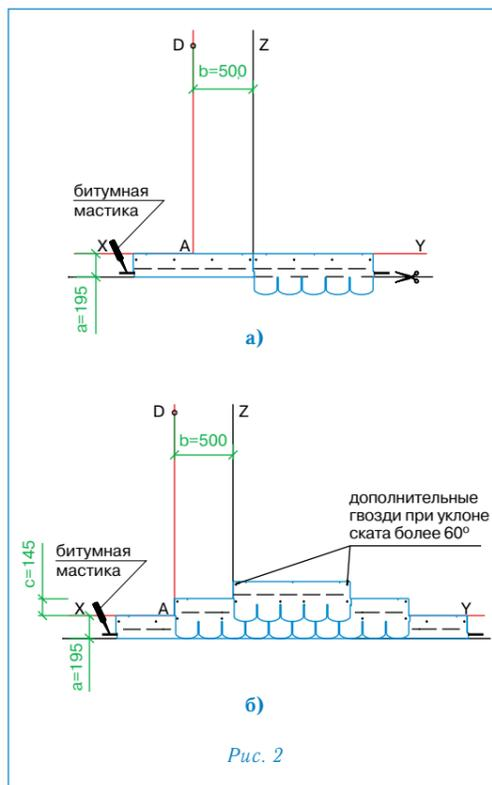

Рис. 2
### Укладка материала (рис. 2)
- Начальный ряд формируется из листов черепицы АНТИК обрезанных по линии, образованной конечными точками вырезов. Полученные таким образом полосы шириной 19,5 см укладываются по линии карниза в обе стороны от линии Z (рис. 2а) и фиксируются по нижнему краю битумной мастикой, а по верхней кромке 4 гвоздями (ось гвоздей на 5 см ниже верхнего края полосы);
- далее первый ряд черепицы укладывается от линии AD (рис. 2б);
- второй ряд укладывается от линии Z (со смещением 50 см от AD) (рис. 2б);